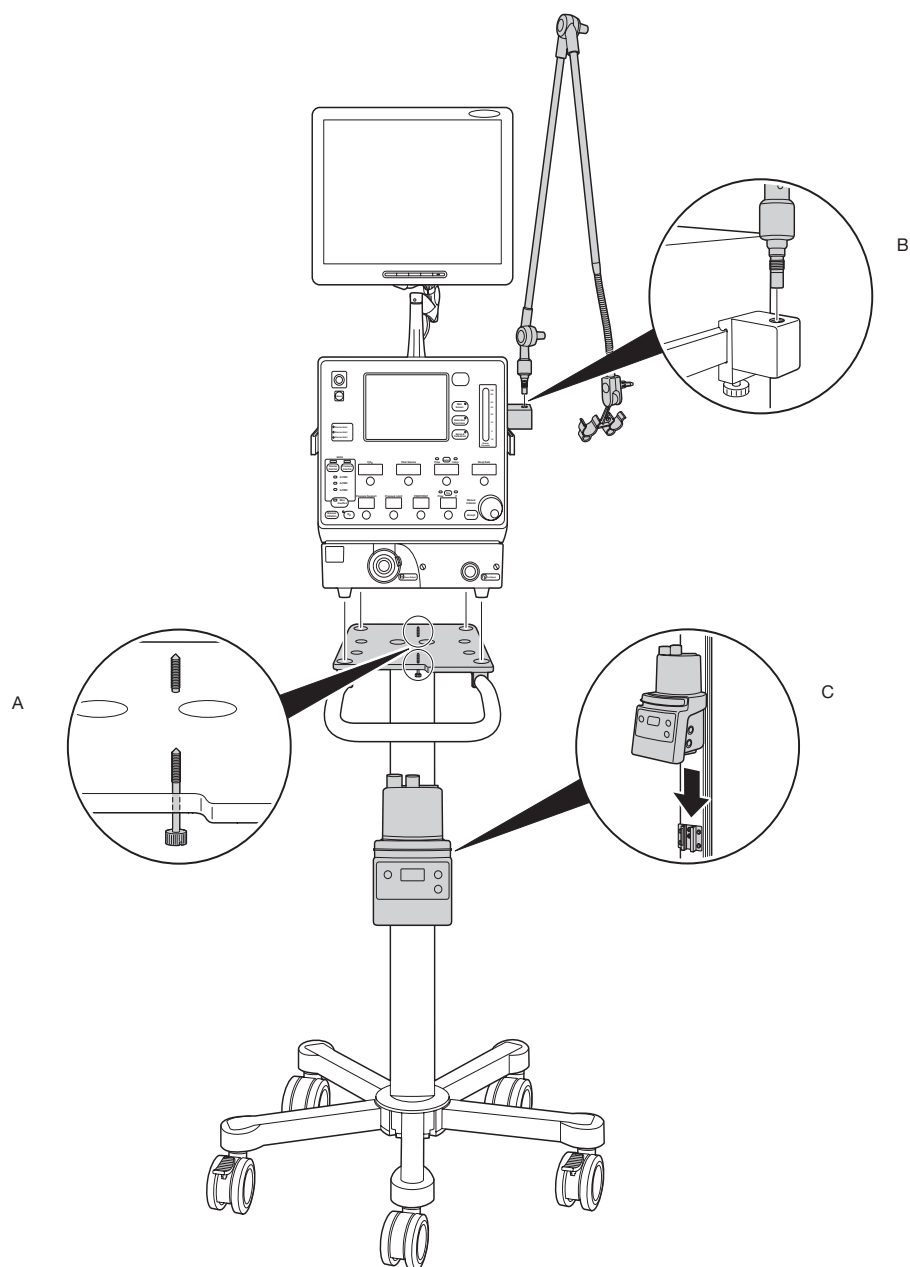

Figure 3-1 Montage des accessoires sur le chariot
Consultez le dépliant F-1 ou la figure 3-1 pour une vue complète du ventilateur e360 monté sur le chariot.
2. En option : montez le ventilateur e360 sur le chariot CRT360A (les instructions de montage sont fournies avec le chariot). Voir la figure 3-1, A.
3. Installez le support de bras d'extension et le bras d'extension sur l'un des deux rails latéraux. Voir la figure 3-1, B.
4. En option : Installez un humidificateur externe. Voir la figure 3-1, C.